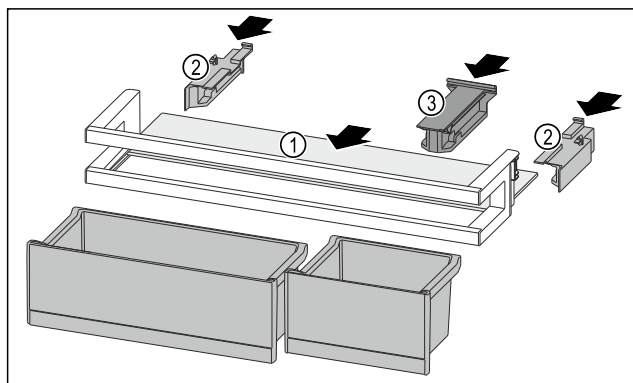

Fig. 231
- ▶ Odkládací plochu Fig. 231 (1) zasuňte do bočních vybrání.
- ▶ Boční díly Fig. 231 (2) vložte.
- ▶ Držák Fig. 231 (3) vložte.